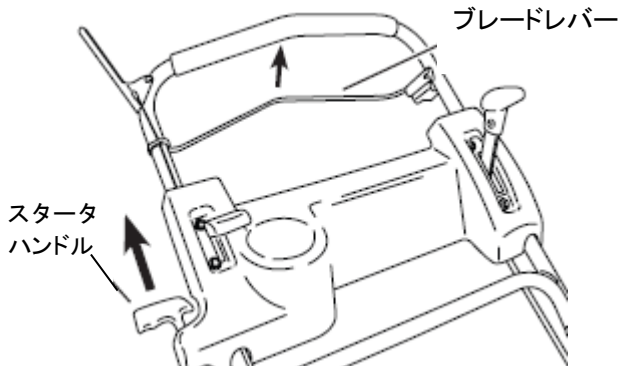

図 4-4
2. 右足で芝刈機の後車輪をしっかり押えつけ、スターターハンドルを抵抗(圧縮圧力)が感じるまでゆっくりと引きます。そこからスターターハンドルを勢い良く引いてエンジンを始動させます。(図 4-4)